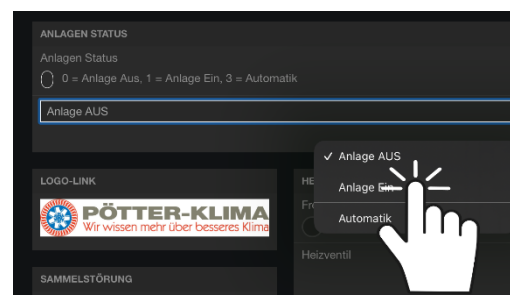

Abbildung 2.6
2. **Anlage Ein** (siehe Abbildung 2.6)